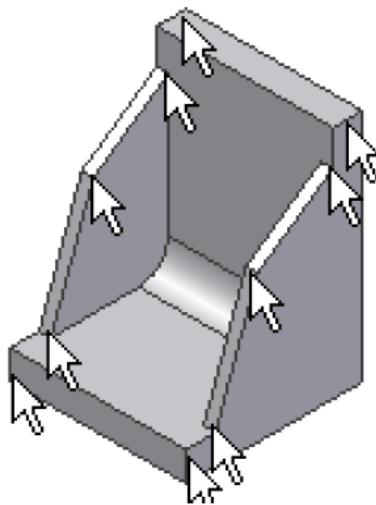

Рисунок 10 – Углы, которые необходимо скруглить
1.7 Для построения скруглений (рис. 10), выберите команду «Скругление»